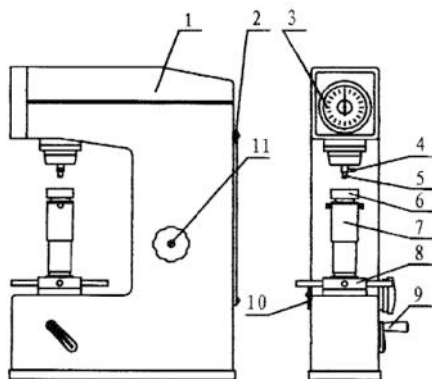

Рисунок 2
- После правильной установки твердомера (см. рисунок 2) снимите верхнюю крышку. Удалите фиксирующую белую марлевую ленту с удлинительного стержня (см. рисунок 4), затем сразу установите верхнюю крышку обратно, чтобы предотвратить попадание пыли внутрь прибора. Снимите заднюю крышку и удалите белую марлевую ленту с подвижных деталей. Удалите антикоррозийное масло с подъемного винта и нанесите тонкий слой смазочного масла.